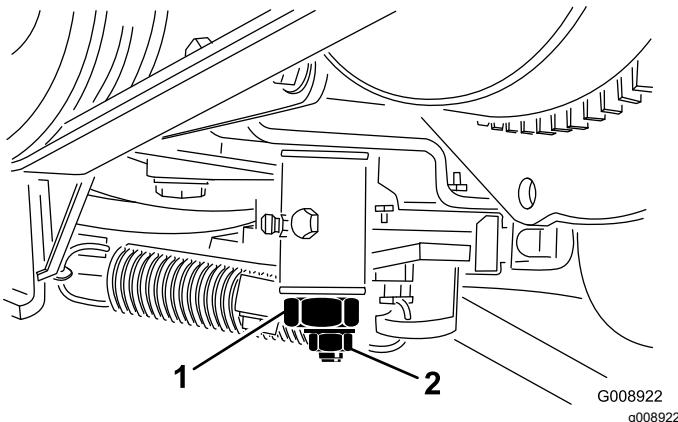

Figura 55
3. Serrate il dado di bloccaggio sulla camma di regolazione della trazione. (Figura 55).